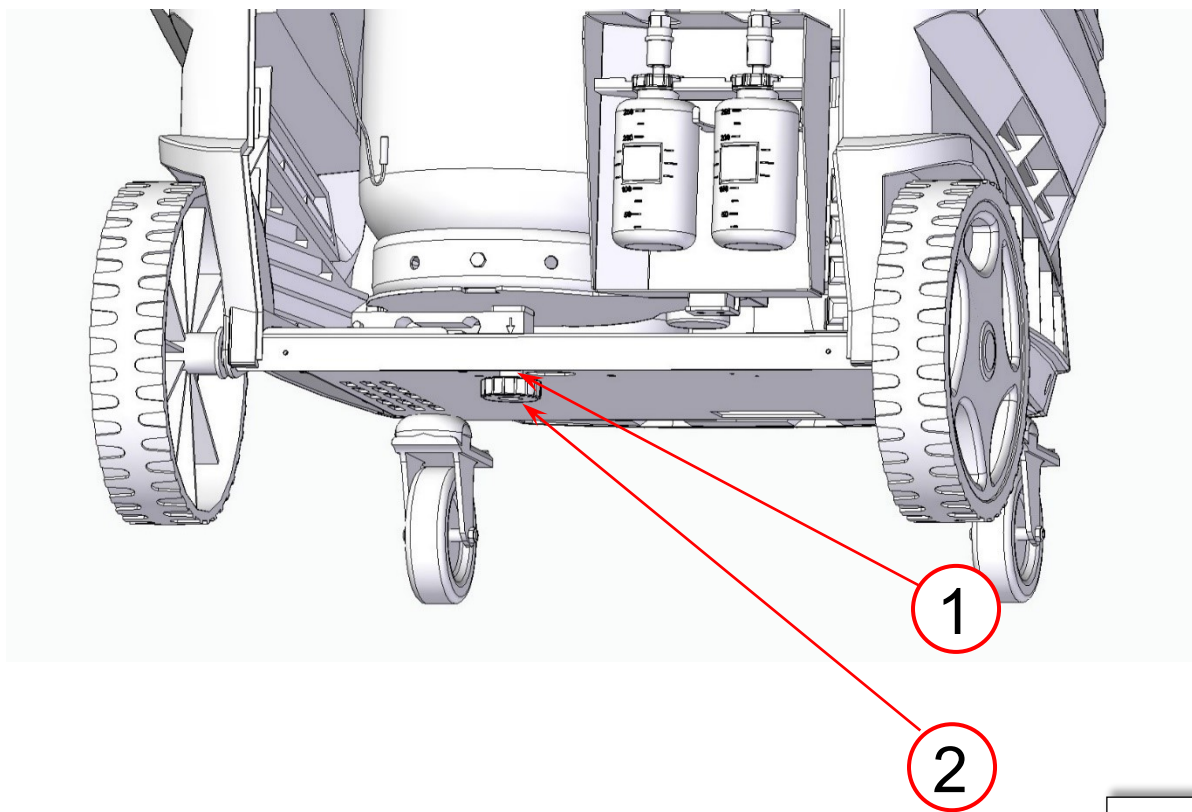

FIG. 3
1. Per rimuovere le protezioni sotto la bilancia del refrigerante, svitare il controdado (rif. 1, Fig. 3), svitare la manopola (rif. 2, Fig. 3), rimuoverla e conservarla in un posto sicuro.
2. Avvitare la manopola (rif. 2, Fig. 3) fintanto che il display non segna una disponibilità pari a ZERO e serrare il controdado (rif. 1, Fig. 3),